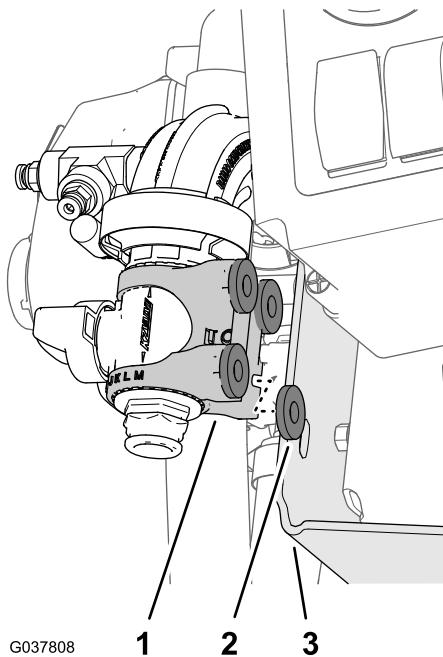

Bild 91
- Flachten Sie die vier Scheiben (5/16" x 13/16") zwischen der Nylonhalterung des Flanschabstellventils und der Ventilbefestigung aus (Bild 91).